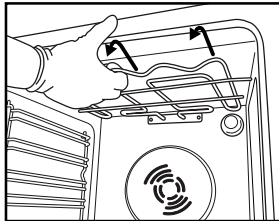
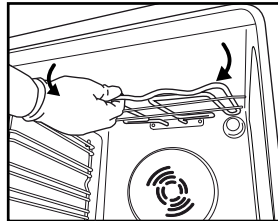

Fig. 4
Fig. 5
2. Tirez légèrement sur la résistance chauffante (Fig. 4) et abaissez-la (Fig. 5).